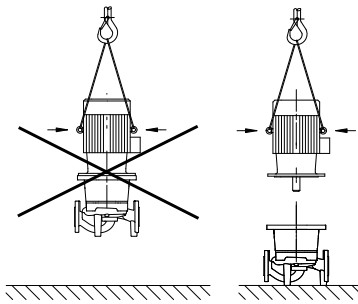

Fig. 8: A motor szállítása
- A motoron lévő szállítógyűrűk csak a motor, nem pedig az egész szivattyú szállítására engedélyezettek (Fig. 8).